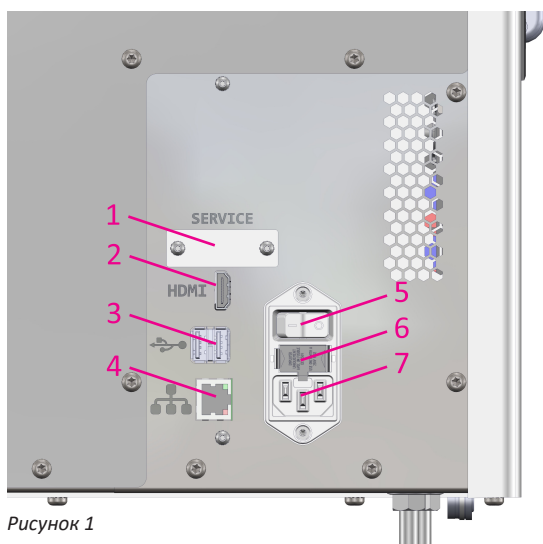

Рисунок 1
- Для включения питания прибора установите выключатель питания от сети переменного тока, расположенный на задней панели, в положение ВКЛ. («I») (см. рис. 1). Нажмите светящуюся кнопку Power (Питание) (рис. 4), расположенную над сенсорным экраном на передней панели прибора. Прибор издаст звуковой сигнал, после чего он некоторое время будет находиться в нерабочем состоянии, пока загружается операционная система. Загрузка операционной системы может занять до 1 минуты. Прибор не начнет принимать образцы, пока измерительные компоненты не прогреются и их температура не стабилизируется; сенсорный экран покажет, когда анализатор будет готов к использованию.